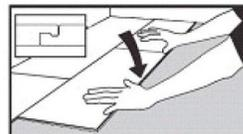

Figura 4
- **Empuje con cuidado la tabla hacia abajo hasta que el click se una** en lado corto de la tabla (Figura 4). Presione hacia abajo